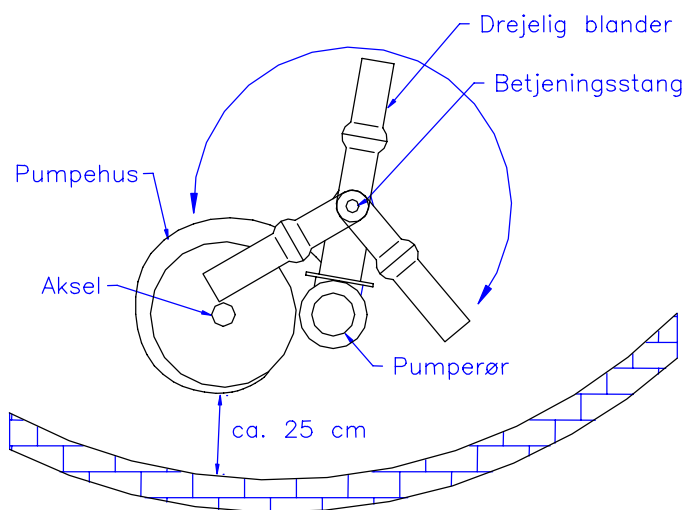
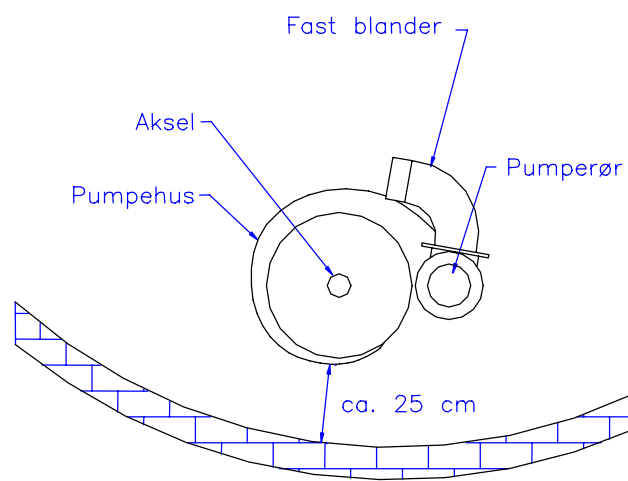

Fig.1 Pumpe med drejelig blander
Fig.2 Pumpe med fast blander
- Pumpen skal placeres således at pumpehuset er **ca. 25 cm** fra kanten. Ved pumper med drejelig blander skal studsen pege ind mod midten af tanken, så studsen kan drejes til begge sider i tanken (**se fig.1**). Hvis pumpen har fast blander skal studsen pege ud langs siden i kanten (**se fig.2**), så gyllen kan pumpes rundt og dermed give en god opblanding i tanken.